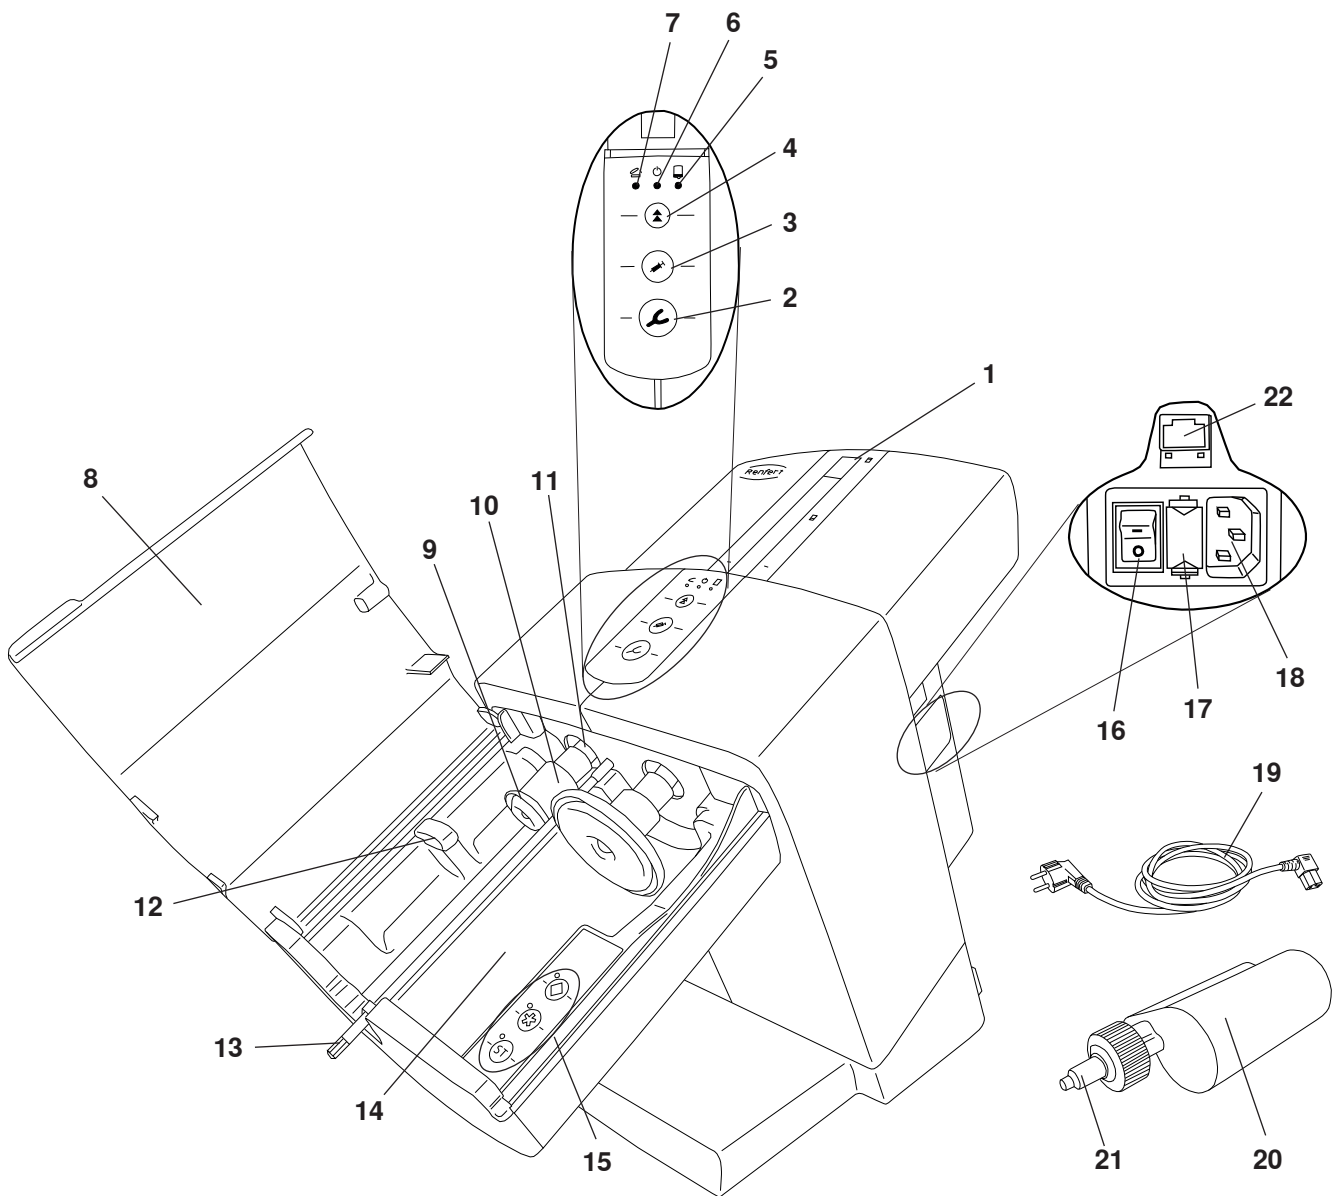

图 1
- ⇒ 将随附的电源线(图 1 中的 19)连接到电源接口插座 (18)。
- ⇒ 通过电源开关 (16) 打开机器。
- ⇒ 关闭机器盖(图 1 中的 8)。
- ⇒ 按缩回键 (4)。
- ◆ 压力盘(图 1 中的 9)缩回到其停止位置。
- ⇒ 去除运输固定装置 (23)。
仅当两个压力盘(图 1 中的 9)都在其原始位置时才能安装或更换材料盒。
⇒ 关闭机器盖(图 1 中的 8)。
⇒ 打开机器盖(图 1 中的 8)。
只有正确安装材料盒之后,机器盖才会关闭。在正确关闭机器盖之前,红色的“机器盖打开”LED 指示灯(图 1 中的 7)将一直保持点亮状态。
◆ 混合六角驱动器(图 1 中的 13)开始旋转并自动穿入混合喷嘴(图 1 中的 21),然后再次停止。